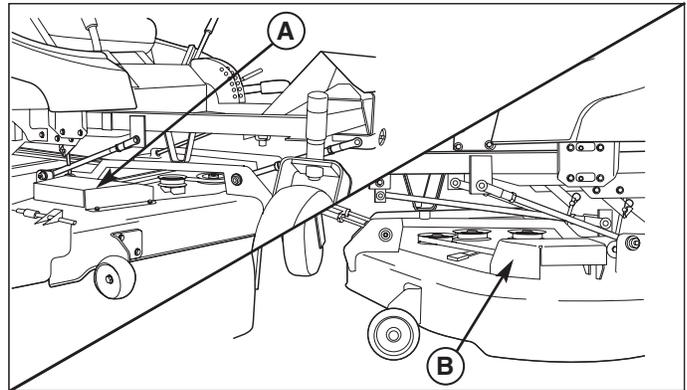

Figure 34. Couvertres de courroie
2. Enlevez les vis à tête creuse bloquant les couvercles de courroies droite et gauche (A, B Figure 34) et retirez ensuite les couvercles.